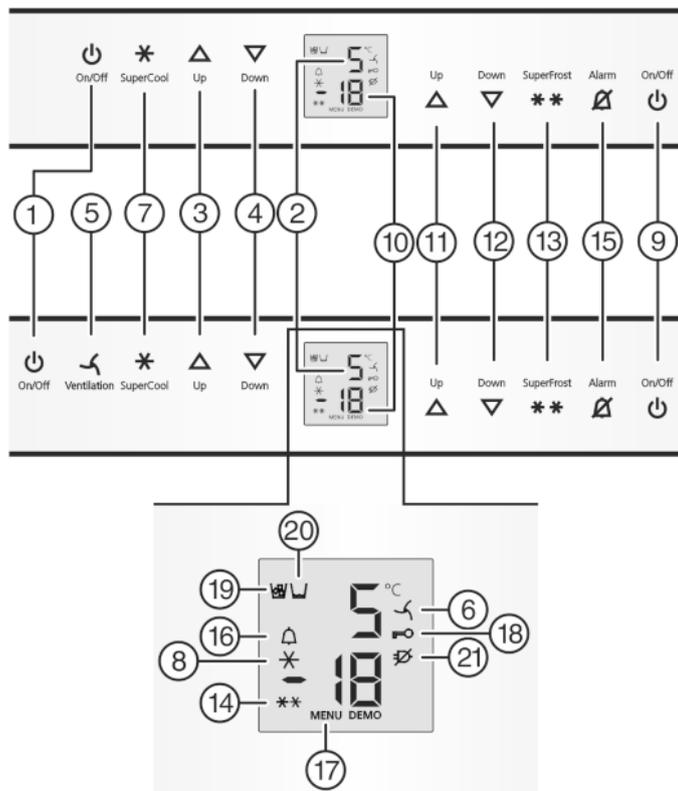

Fig. 2
- Premere il tasto On/Off vano congelatore Fig. 2 (9).
- Premere il tasto On/Off vano frigorifero Fig. 2 (1).
- ▷ Il vano frigorifero è acceso: Il display della temperatura del vano frigorifero Fig. 2 (2) si illumina. All'apertura della porta del vano frigorifero si illumina l'illuminazione interna.
- Attivazione del modo regolazione: Premere il tasto SuperFrost Fig. 2 (13) per ca. 5 sec.
- ▷ Il simbolo Menu Fig. 2 (17) si illumina.
- Premere brevemente il tasto SuperFrost Fig. 2 (13) per confermare.
- Per inserire la sicurezza bambini premere brevemente il tasto SuperFrost Fig. 2 (13).
▷ Il simbolo Sicurezza bambini Fig. 2 (18) si illumina. Nel display lampeggia **c**.
▶ Per disinserire la sicurezza bambini premere brevemente il tasto SuperFrost Fig. 2 (13).
▷ Il simbolo Sicurezza bambini Fig. 2 (18) si spegne. Nel display lampeggia **c**.
▶ Disattivazione del modo regolazione: premere il tasto On/Off vano congelatore Fig. 2 (9).
▶ Premere il tasto Allarme Fig. 2 (15).
Contemporaneamente lampeggiano il display della temperatura e il simbolo Allarme Fig. 2 (16).
L'allarme acustico si disattiva automaticamente e il simbolo Allarme Fig. 2 (16) si spegne e il display della temperatura cessa di lampeggiare, quando la temperatura è di nuovo sufficientemente fredda.